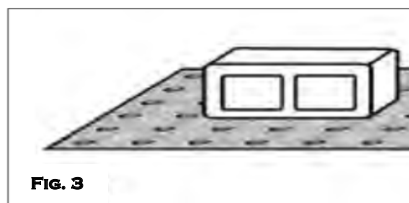

FIG. 3
**NOTE:** Installing tiles after moisture is gone from the top will help control floating. If needed, weight may be added. **(Fig. 3)**
**NOTA:** La instalación de baldosas después de que la humedad haya evaporado de la parte más superficial ayudará a controlar que flote. Si es necesario se puede agregar un peso. (Fig. 3)